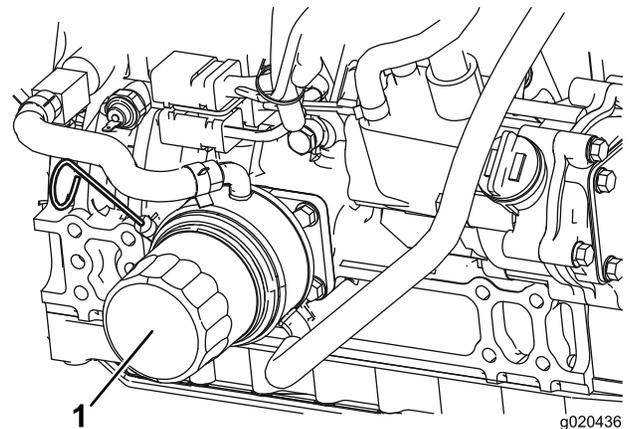

Figura 25
3. Retire el filtro usado (Figura 25) y limpie con un paño la superficie de la junta de la cabeza del filtro.